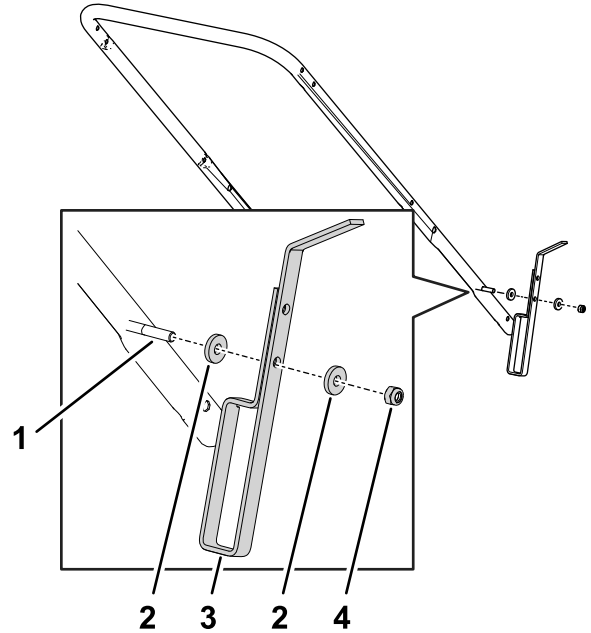

Bild 4
2. Fluchten Sie das Loch im Fußanschlag mit dem Loch im unteren Führungsholm aus (Bild 4).